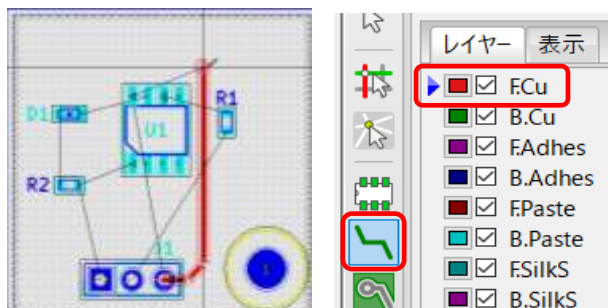

図 10-15
(13) 手動配線・練習
- ① グリッドを 0.6350mm (25.00mil s) にします。
- ② 右ツールバー  「配線とビアの追加」を選択。「F.Cu」レイヤーを選択します。 図 10-15